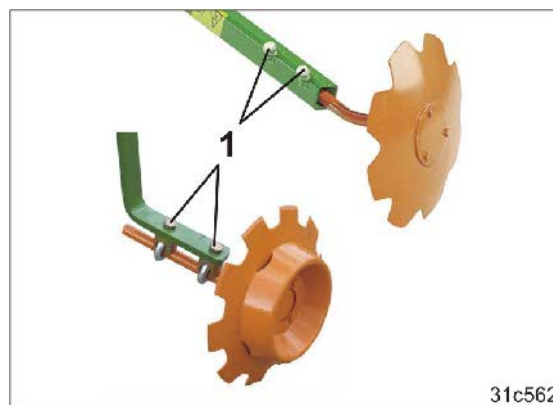

Fig. 159
- 3.4 Løsn to skruer (Fig. 159/1).
- 3.7 Spænd skruerne (Fig. 159/1).